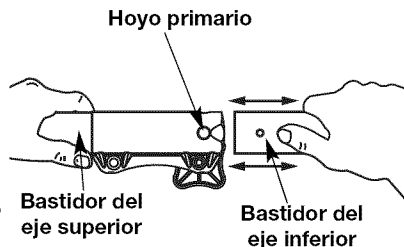
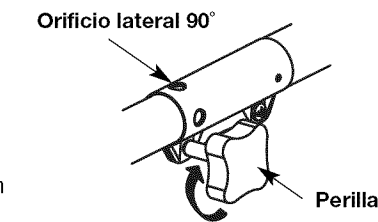

Fig. 6
Fig. 7
1. Gire la perilla en sentido antihorario para aflojarla (Fig. 7).
3. A la vez que sujeta la caja del eje superior, tire del accesorio de corte o cualquier otro accesorio recto hacia afuera del acoplador Convertible™ (Fig. 6).
PRECAUCIÓN: Antes de operar esta unidad, asegure que el botón de liberación es chasqueado completamente en el hoyo primario (Fig. 6), y que la perilla (Fig. 7) es apretado firmemente.
2. A la vez que sostiene firmemente el accesorio de corte u otro accesorio, empujelo derecho hacia el interior del acoplador Convertible™ hasta que el botón de desconexión encaje sólidamente en el orificio principal (Fig. 6).
3. Gire la perilla en sentido horario para ajustarla (Fig. 7).
Para realizar recortes decorativos con el accesorio de corte de cabezal de línea u otro accesorio, trabe el botón de desconexión del accesorio de corte u otro accesorio en el agujero de 90° (Fig. 7).